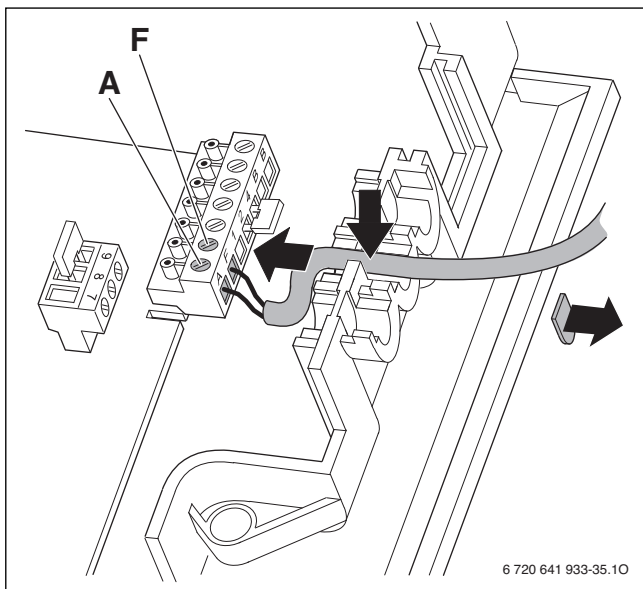

Fig. 43 Câblage électrique de la sonde de température extérieure
- Raccorder le câble de la sonde de température extérieure conformément à la fig. 43.